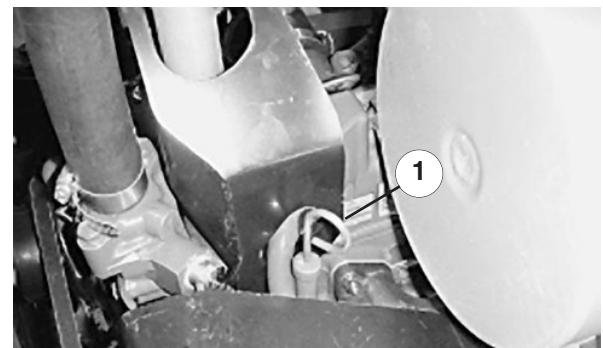

Bild 3
2. Nehmen Sie den Peilstab heraus (Bild 3), wischen Sie ihn sauber und stecken Sie ihn wieder hinein. Nehmen Sie den Peilstab heraus und kontrollieren Sie den Ölstand. Der Ölstand sollte bei der Markierung VOLL am Peilstab sein.